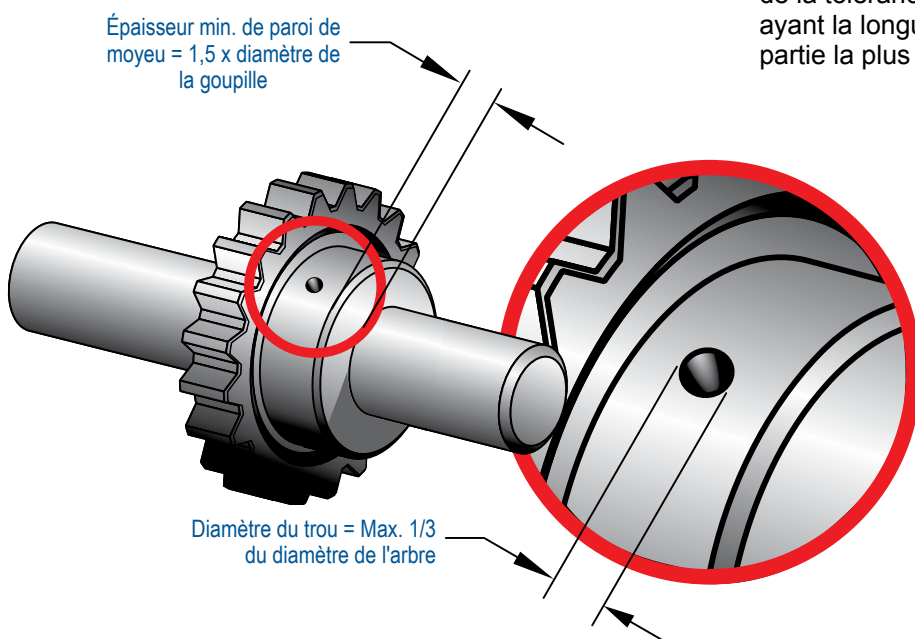

Figure 1
- Le trou de l'arbre ne doit pas excéder 1/3 du diamètre de l'arbre. Pour les arbres en acier doux et non ferreux, des goupilles série standard sont recommandées. La résistance supplémentaire d'une goupille haute résistance n'est avantageuse que si le trou correspond à moins du 1/4 du diamètre de l'arbre ou si l'arbre est trempé (Figure 1).
- Nous préconisons une conception du moyeu avec une épaisseur minimale de paroi correspondant à 1,5 fois le diamètre de la goupille. Sinon la résistance du moyeu ne sera pas adaptée à la résistance au cisaillement de la goupille (Figure 1). À mesure que l'épaisseur de la paroi du moyeu augmente, la surface du matériau entourant la goupille augmente également.